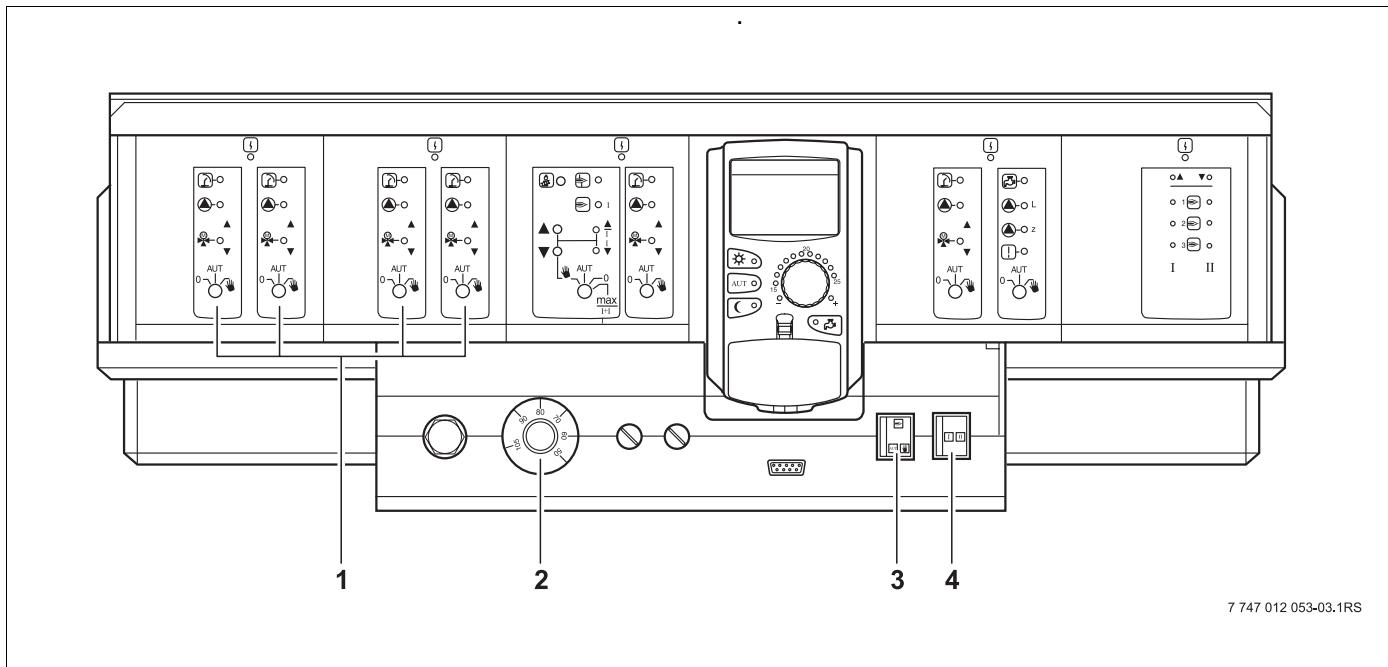

Bild 26 Heizbetrieb über Handschalter
- Um im Störfall die Wärmeversorgung sicherzustellen, Handschalter der Module (→ Bild 26 auf  stellen.
- Kesselwasser-Temperaturregler (→ Bild 26) auf 60 °C – 90 °C, bei Ausfall Warmwasserbereitung auf 60 °C stellen.